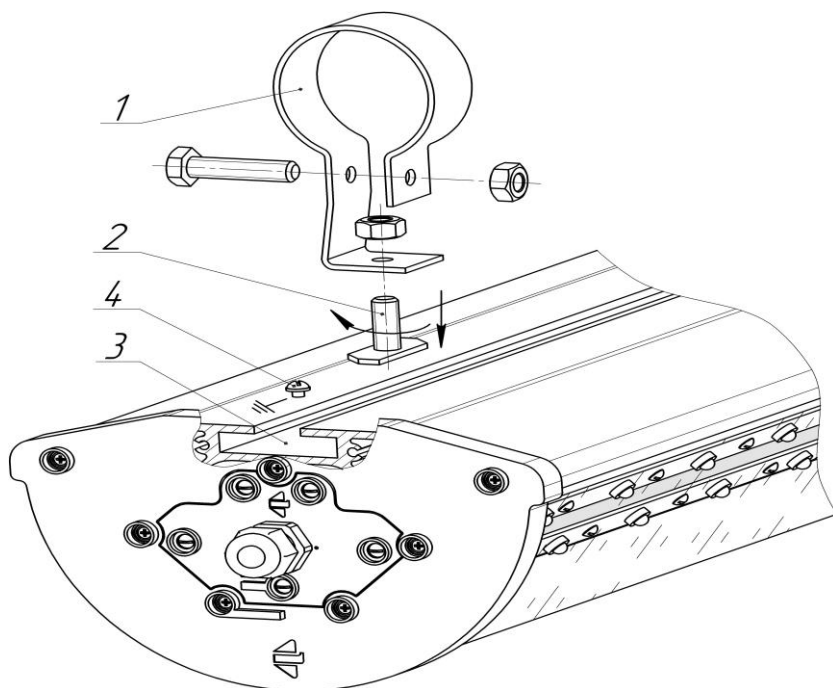

Рис.2 Крепление светильников
2.2.1 Монтаж светильников на опоры освещения и элементы металлоконструкций производить с помощью двух хомутов (см. рис.2 поз.1). Крепление хомутов к светильникам производить с помощью болтового соединения, где болт (рис.2 поз.2) устанавливается в Т-образный паз (рис.2 поз.3), выполненный в основании корпуса светильников и проворачивается на 90° до упора.
- подключение провода внешнего заземления производится к винту, расположенному на корпусе светильников (рис.2 поз.4) и имеющему маркировку « $\perp$ ».